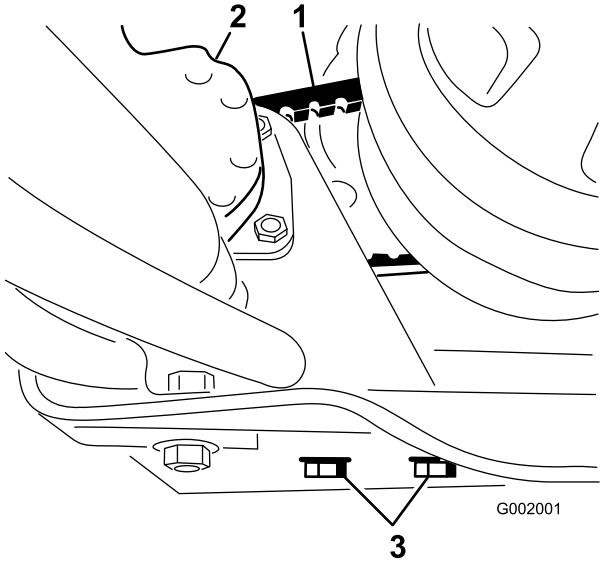

Bild 65
2. Lösen Sie die Befestigungsschrauben der Lenkpumpe (Bild 65).